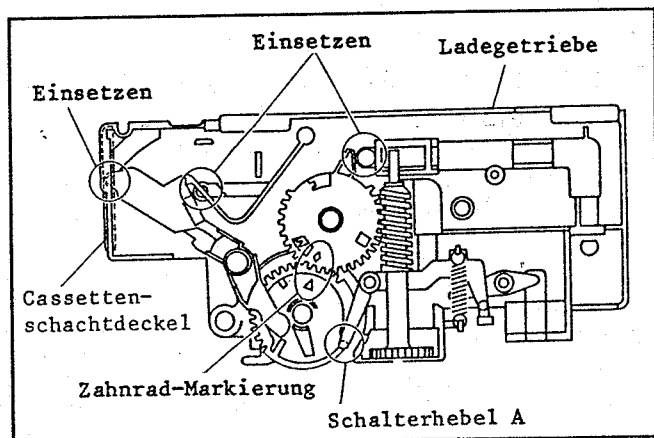

Abb. 5-10
- * Wenn das Ladegetriebe wieder eingebaut wird, darauf achten, daß zwei (2) Angüsse des Cassetten-Halters in die Nuten an der rechten Seite des Chassis-Halters eingesetzt werden (siehe Abb. 5-10).
- * Darauf achten, daß die Markierung (◇) an dem Synchron-Zahnrad mit der Markierung (△) an dem Kupplungs-Zahnrad fluchtet (siehe Abb. 5-10).
- * Sicherstellen, daß der Anguß des Cassetten-Schalterhebels (A) auf der Nocke des Synchron-Zahnrad ansteht (siehe Abb. 5-10).
- * Wenn der Cassettschachtdeckel wieder eingebaut wird, darauf achten, daß der Anguß des Deckelarms in die Nut des Cassettschachtdeckels eingesetzt ist (siehe Abb. 5-10).